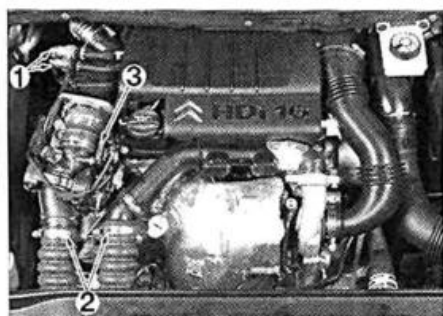

FIG. 4
- Separar (fig. 4):
- los rácores de alimentación de combustible (1).
- los tubos de entrada y de salida del intercambiador aire/aire (2).
- Desconectar la conexión eléctrica (3) (fig. 4).
- Conectar la conexión eléctrica (3) (fig. 4).
- Reacoplar (fig. 4):